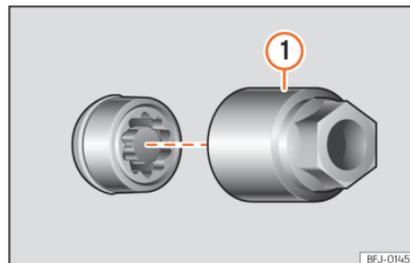

Fig. 43 Parafuso antirroubo com capa de proteção e adaptador.
- Encaixe o adaptador especial »» Fig. 43 ① (ferramenta de bordo »» Página 49) no parafuso antirroubo da roda até ao limite.